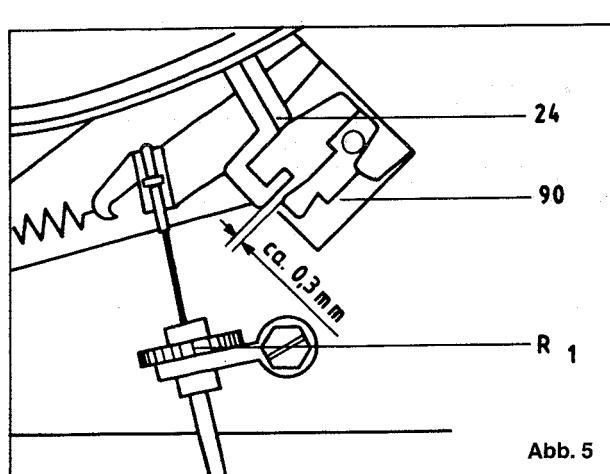

Abb. 5
1. Mit Schrauben ⑤ Aufsetzpunkt einstellen.
- Liegt der Aufsetzpunkt außerhalb der Platte, Schraube ⑤ im Uhrzeigersinn drehen.
- Liegt der Aufsetzpunkt innerhalb der Einlaufrille, Schraube ⑤ entgegen dem Uhrzeigersinn drehen.
13. Justage des Bowdenzugs Start/Stop (Abb. 5)